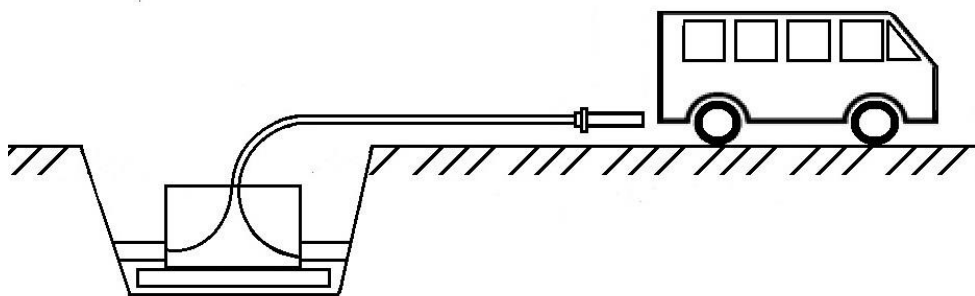

Рис. 19. Подача оптической муфты к монтажной машине.
10.2. Запас оптических кабелей, укладываемый в камеру КОТ-3-ССД, должен позволять подачу муфты в монтажную машину. При определении длины запасов оптических кабелей следует учитывать условия местности. То есть определить, насколько близко машина сможет подъехать к котловану (рис. 19).